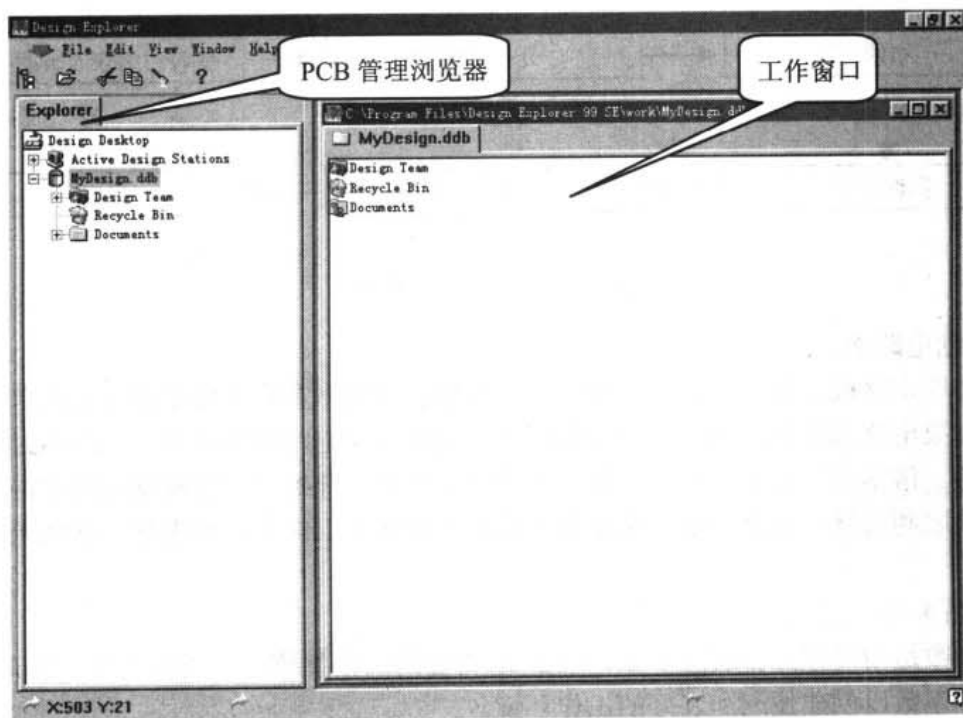

图 9-2 设计数据库文件示意图
(1) 打开或新建一个设计数据库文件,如图 9-2 所示。
如果在如图 9-2 所示的状态下执行菜单命令 File|New, 则 PCB 文件被创建到设计数据库中。但是, 一般总是将一个设计方案中所生成的各种文件都创建到同一个 Document 文件夹中, 以便于管理和查找。拖动文件 PCB1.PCB 的图标可将其放入 Document 文件夹。